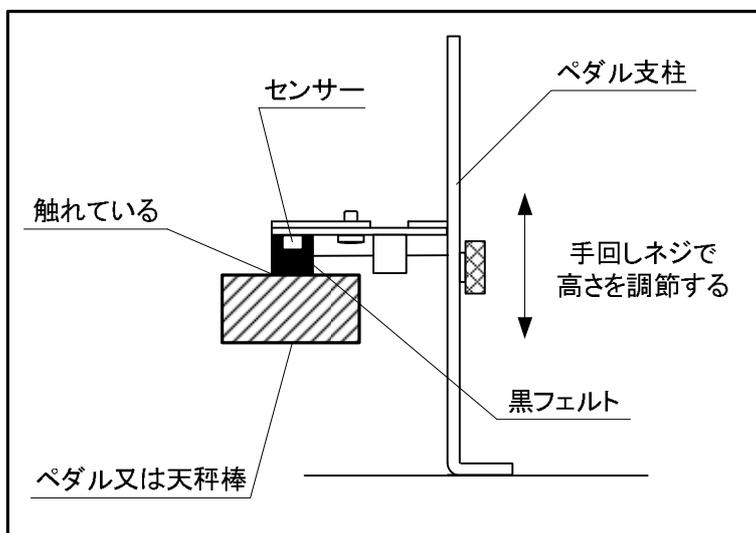

図3.4-2 センサー部の高さ調整
(2) ペダルを踏み込まない状態で、図3.4-2の様に手回しネジで高さを調節して、ペダルや天秤棒の上面にセンサーの黒フェルト部が触れていることを確認する。
(5) 黒フェルト部をペダルに当てる。この際、図3.4-4の様にセンサー部が水平になるよう調整する。また、ペダルを戻した時も図3.4-2のペダル支柱が傾かないようにする。